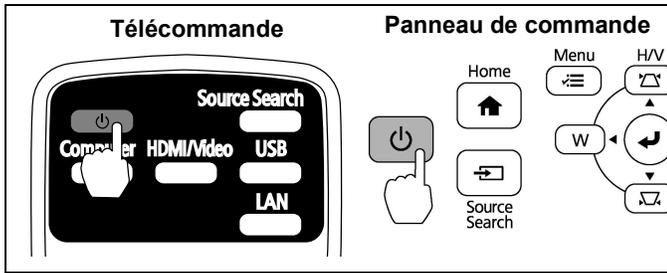

Figure 15
1. Appuyez sur le bouton **ALIMENTATION** de la télécommande ou du panneau de commande du projecteur. (Voir figure 15)